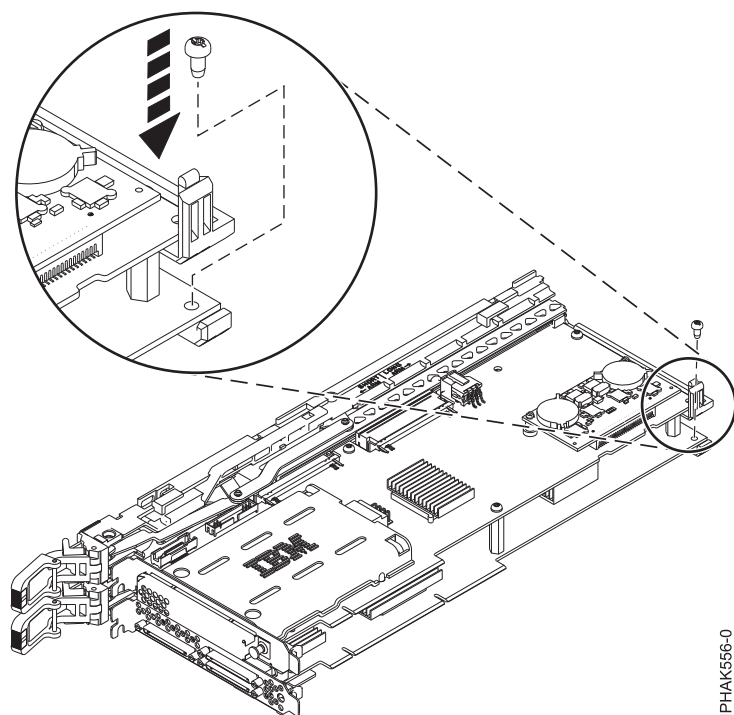

図 57. カセット・アセンブリーの後部下側のアームの固定
5. カセット・アセンブリーの後部下側にあるアームを、小さなねじを使ってダブル幅アダプターの後端に固定します。 図 57を参照してください。